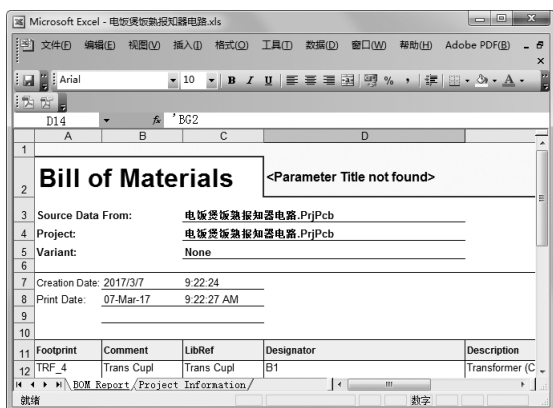

图 4-60 带模板报表文件
(8) 单击“打开”按钮，返回元件报表对话框；单击“输出”按钮，保存输出的带模板的报表文件，自动打开报表文件，如图 4-60 所示，单击“确定”按钮，退出对话框。